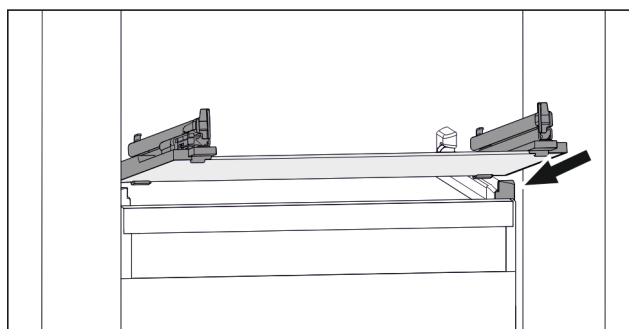

Fig. 73 Przykładowa prezentacja płyty szklanej
- Założyć płytę szklaną pod skosem za stoperami. (patrz Fig. 73)